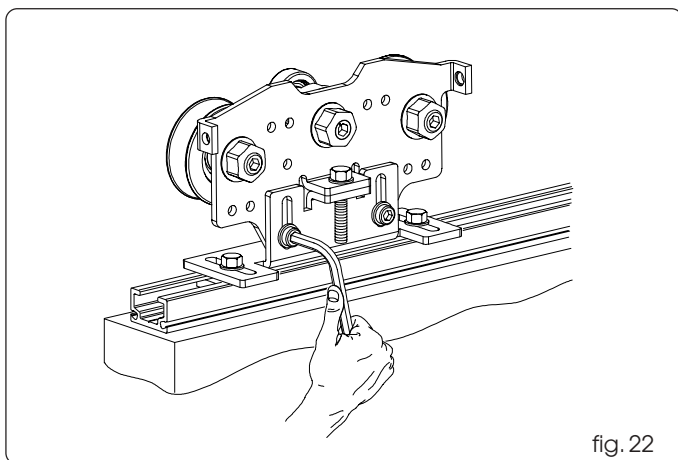

fig. 22
- Desserrer légèrement les deux vis à tête cylindrique fig. 22.